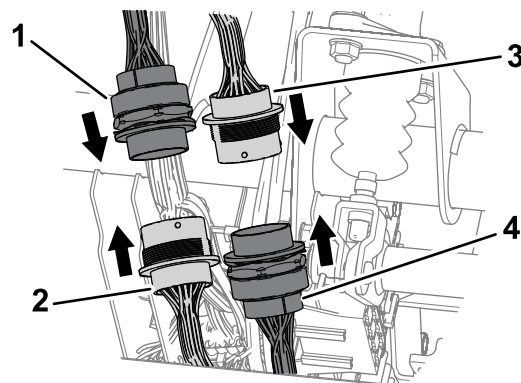

図 21
3. スロットルキットのハーネスについている31 ピン・31 ソケットコネクタを探し出す 図 21。
4. スロットルキットのハーネスの 31 ピンコネクタを、車両用前方ワイヤハーネスの 31 ソケットコネクタに接続する 図 21。
5. スロットルキットのハーネスの 31 ソケットコネクタを、車両用後方ワイヤハーネスの 31 ピンコネクタに接続する 図 21。
1. キットのワイヤハーネスの枝線駐車ブレーキスイッチ用2ピンコネクタのついているものを、4のステップ5および **メインハーネスの相互接続を行う** (ページ 9) で接続したメインハーネスのところから出発して、後ワイヤハーネスに沿って配設する **図 21**。